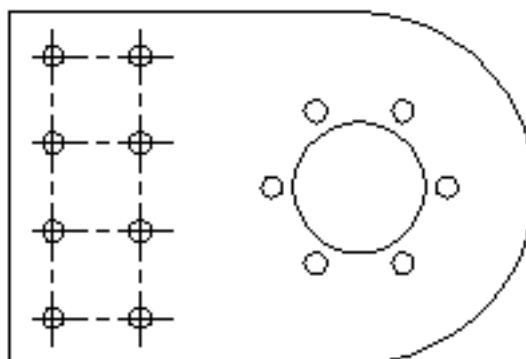

Рис. 6.8. Законченный чертёж монтажной платы
Анализируя чертеж рис. 6.8, видим, что точки в двух вертикальных рядах организованы в виде прямоугольного массива, а точки вокруг отверстия - в виде кругового массива.
6. Сохраните новый чертеж. Он должен выглядеть, как на рис. 6.8.